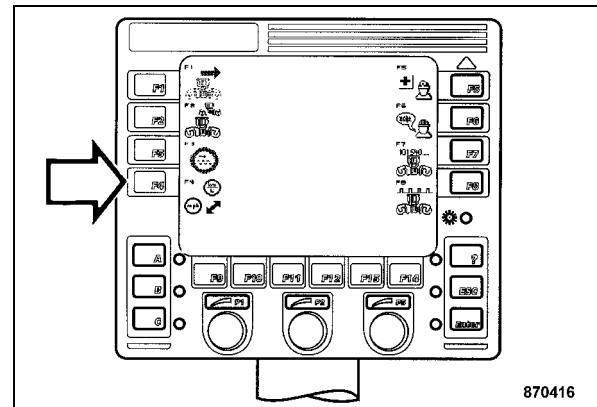

Fig. 91
- Pulsar la tecla "F4" (Fig. 91).